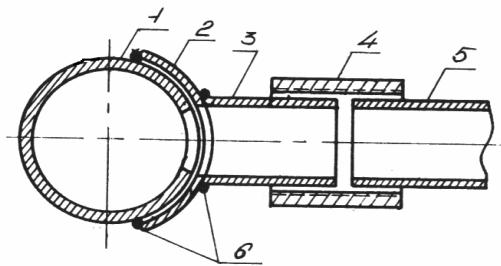

Рис. 1. Схема приварки штуцера с седёлкой к газопроводу: 1 – газопровод; 2 – седёлка; 3 – штуцер; 4 – муфта; 5 – ввод; 6 – место сварки
**Внутриквартирной и дворовой сетями** газопровода являются распределительные подземные газопроводы, проложенные на территории квартала, двора от запорного устройства ввода во владение или от газорегуляторного пункта до вводов в отдельные здания. Газовые стальные трубопроводы домовых ответвлений присоединяют к наружным газопроводам приваркой седелками и муфтами (рис. 1).